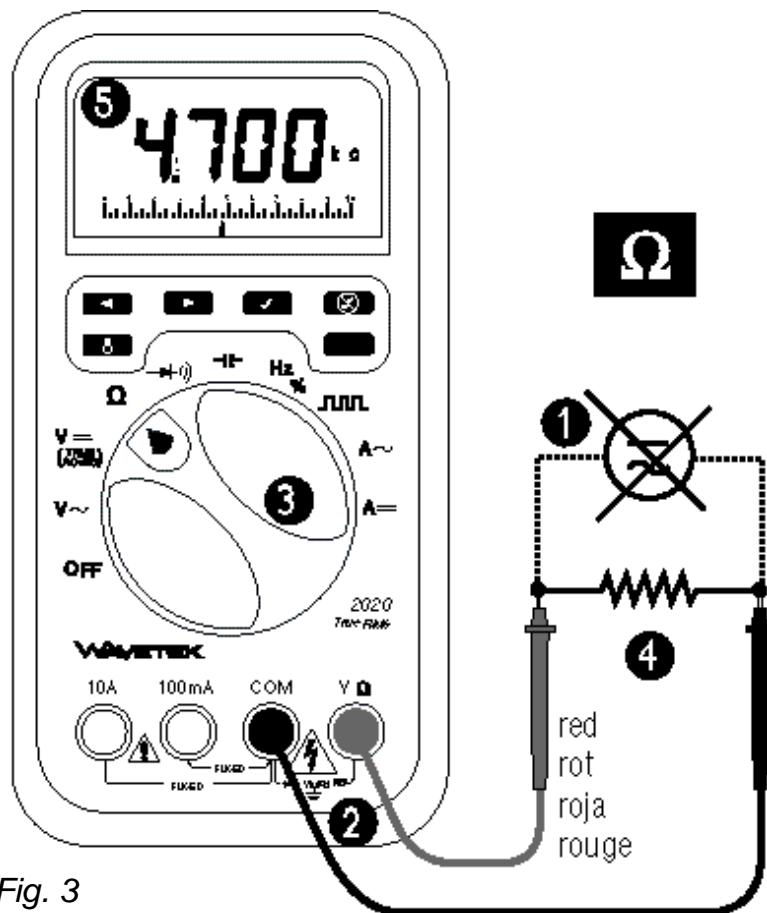

Fig. 3
RESISTANCE MEASUREMENT (See Fig. 3)
① Turn off any power to the resistance to be measured and discharge any capacitors. Any voltage present during a resistance measurement will cause inaccurate readings. ② Connect test leads as shown in figure 3. ③ Set Function/Range Switch to $\overline{=}$ position. ④ Connect test leads to circuit being measured. ⑤ Read resistance value on Digital Display. Open circuits will be displayed as "OPEN" in autoranging mode and as "OL" in Range-Lock mode.
D • Widerstandsmessung (siehe Fig. 3)
E • Medidas de resistencia (vea Fig. 3)
F • Mesure de Résistance (voir fig. 3)
❶ Assurez-vous qu'aucune tension n'est appliquée à la résistance. Une tension fausserait le résultat. ❷ Connectez les cordons comme indiqué en figure 3. ❸ Placez le sélecteur sur Ω . ❹ Connectez les cordons au circuit à mesurer. ❺ Lisez la valeur affichée. Un circuit ouvert ou une résistance trop élevée est affiché comme "OPEN" en changement automatique de gammes et comme "OL" en blocage de gamme.